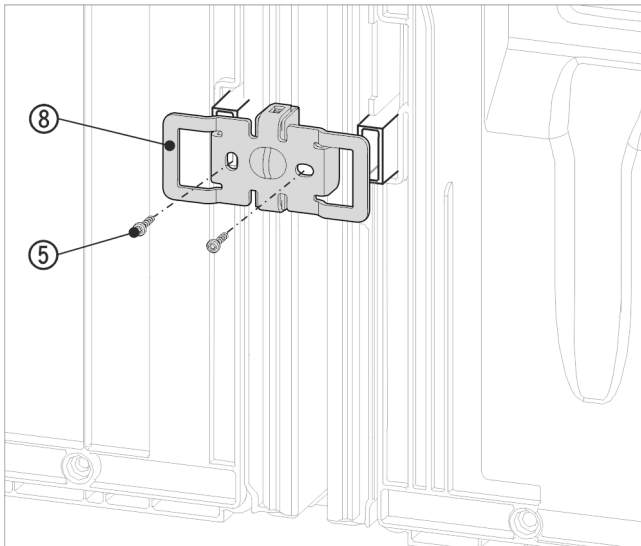

Fig. 19 Atvaizdo pavyzdys
- ▶ Įstumkite kampuočių Fig. 19 (8) iš naujo su angomis virš atstumo iki sienos nustatančios detalės laikiklio.
- ▶ Tvirtai prisukite 2 varžtais Fig. 19 (5).